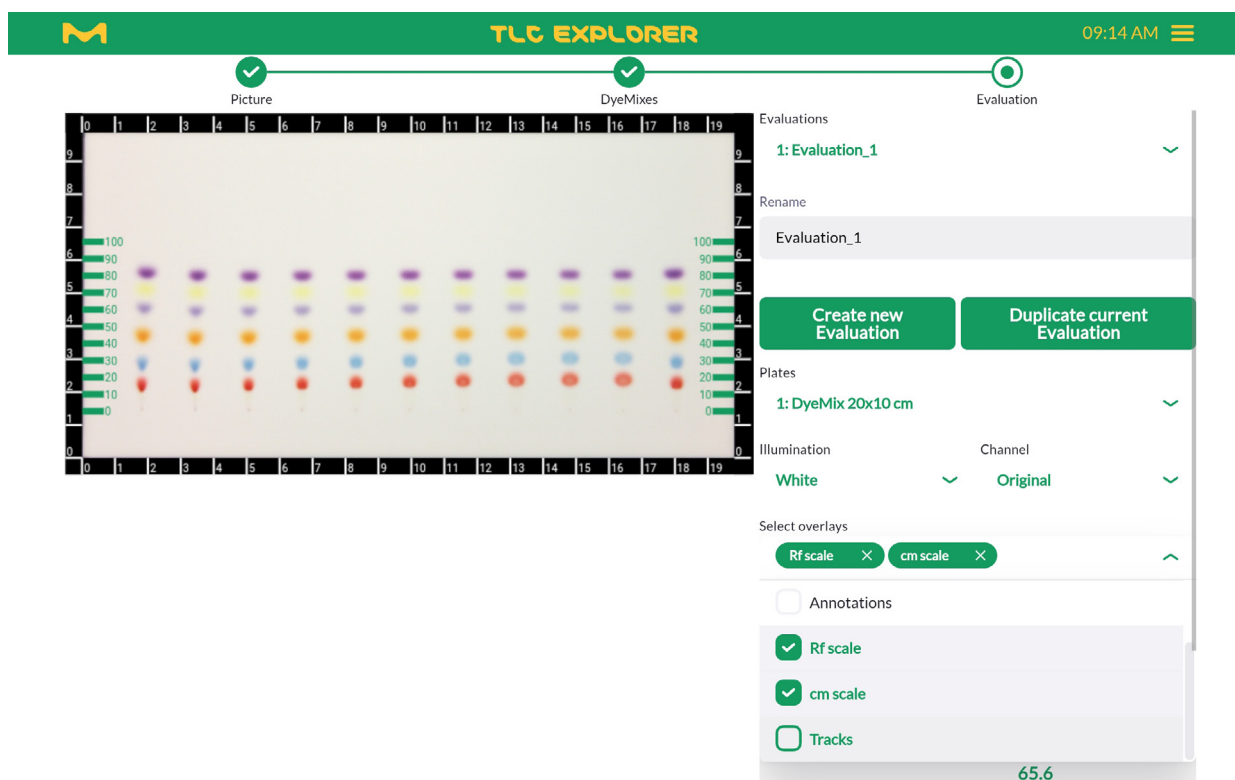

Figura 4.13: Configuración del área de previsualización para el trabajo de Evaluación
En cualquier momento durante el proceso de Evaluación, puede configurar el área de previsualización en función de sus requisitos (véase la figura 4.13). Puede elegir una placa, la imagen de la placa ('illumination' ['iluminación']) y un canal específico de esta imagen que le gustaría ver (para más detalles véase el apartado 4.6). Además, puede activar o desactivar la visualización de
- una escala en centímetros alrededor de la placa ( véase, por ejemplo la figura 4.13), y